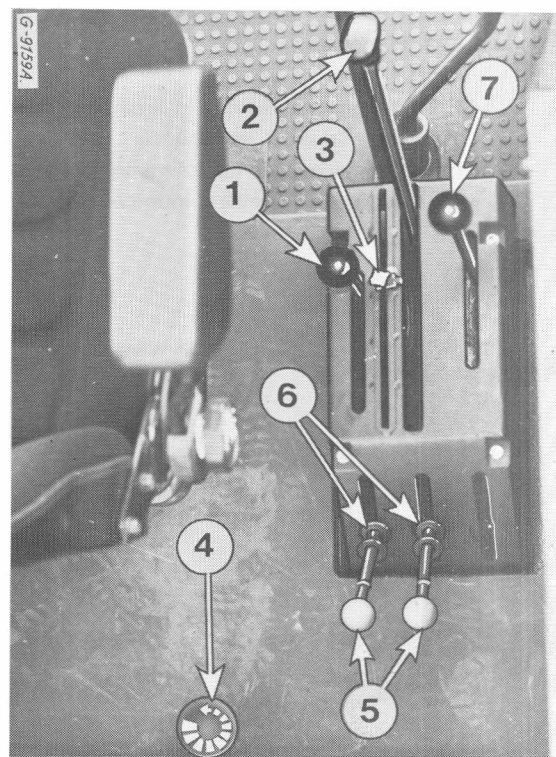

Figure 44
Le tracteur est équipé d'un système hydraulique conçu pour fonctionner en contrôle de position (position uniforme de l'instrument par rapport au tracteur) ou en contrôle de traction (permettant de garder des profondeurs de travail uniformes). Le levier de pré-sélection est représenté en (1), Fig. 44.
Déplacez le levier de pré-sélection (1), fig. 44 complètement en arrière en «Contrôle de position».
Le relevage est commandé par le levier (2, fig. 44). Chaque position du levier correspond à une position de l'arbre de relevage, donc de l'outil par rapport au sol.
Schéma de fonctionnement du levier de contrôle (2, figure 44)
Placez le levier de pré-sélection (1), fig. 44 à fond vers l'avant en position «Contrôle d'effort».
La position du levier de contrôle d'effort (2), Fig. 44 correspond à une certaine résistance de l'instrument dans le sol. L'outil pénètre dans le sol jusqu'à ce que la résistance pré-sélectionnée soit obtenue.
Pour conserver la même profondeur de travail après chaque manœuvre du levier (2, fig. 44) amenez le bouton témoin (3, fig. 44) à hauteur du levier (2).
Lorsque le levier de commande (2) Fig. 44 est poussé en avant au maximum, le système est en position flottante et le contrôle d'effort n'a plus aucune action.
La vitesse de descente peut être modifiée à volonté à l'aide de la manette de réglage de descente (4), Fig. 44.